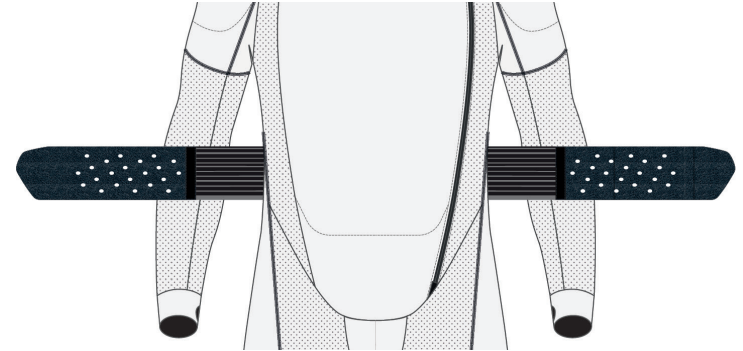

Abbildung 11
Schalten Sie das System durch das Öffnen des Aktivierungsgürtels (4) aus. Das System schaltet sich nach ca. einer Sekunde aus. Vergewissern Sie sich, dass das System ausgeschaltet ist, indem Sie prüfen, ob sich die LED-Anzeige (3) auflädt oder abgeschaltet ist. Um das System abgeschaltet zu belassen, halten Sie den Aktivierungsgürtel (4) geöffnet, wie in Abbildung 11 dargestellt. Um das System zu lagern, transportieren oder zu versenden, sollte es immer ausgeschaltet sein.